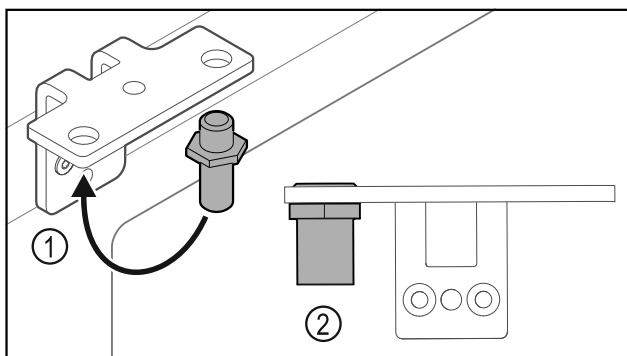

Fig. 31
- Přesaďte čep Fig. 31 (1) v úhelníku závěsu.
- Utáhněte čep Fig. 31 (2) **utahovacím momentem 12 Nm**.